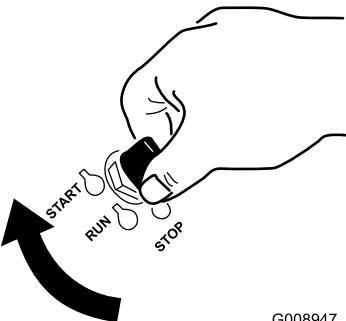

Figura 15
1. Gire la llave de contacto a la posición de ARRANQUE (Figura 15).